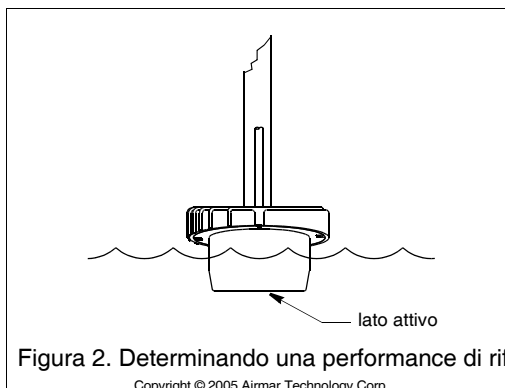

Figura 2. Determinando una performance di riferimento
3. Fissate il trasduttore ad un palo con nastro adesivo con il lato dell'uscita del cavo verso l'alto. Reggete il palo sopra il lato dell'imbarcazione con il lato attivo del trasduttore completamente sommerso e parallelo con la superficie dell'acqua (Figura 2).